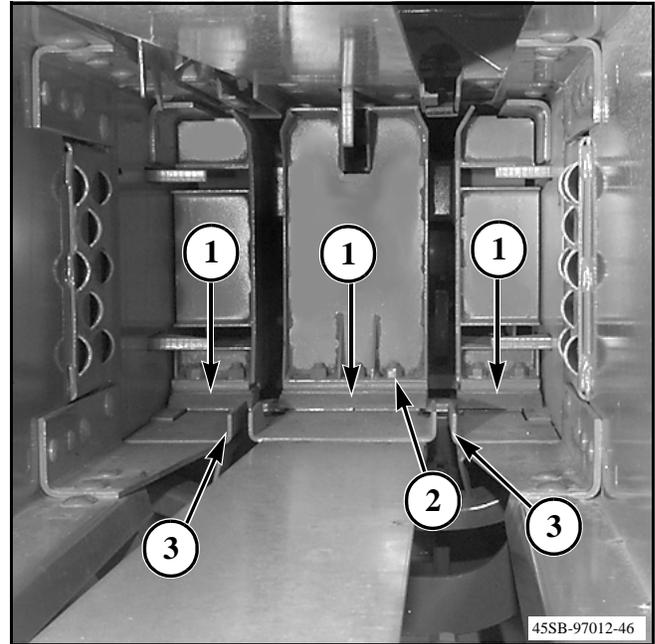

FIG. 25
FIG. 25: Las tres cuchillas del émbolo (1) están sujetas al émbolo con pernos de arado y tuercas de bloqueo centrales. Las dos cuchillas de contrafilo proporcionan una superficie de corte para las cuchillas del émbolo. Las cuchillas de contrafilo están montadas en el piso de la cámara de fardos, en la parte trasera de la rampa de la máquina de relleno. Las cuchillas de contrafilo se conectan con pernos de arado.